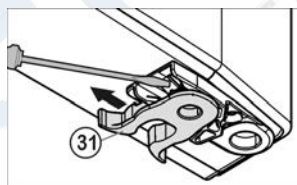

Fig. 8
- ▶ переставить пружинный зажим Fig. 8 (31): Нажать вниз язычок защелки, снять с него пружинный зажим.